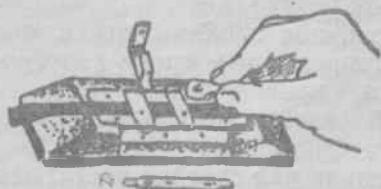

Рис. 30.
2. Уложите левый конец фильма эмульсионной стороной вверх так, чтобы он перекрыл окно для резки и лег перфорациями на зубцы пресса. Закройте левый прижим. Уложите правый конец фильма поверх левого крайними перфорациями на правые два зубца. Закройте правый прижим и произведите обрезку концов ножом, как показано на рис. 30.